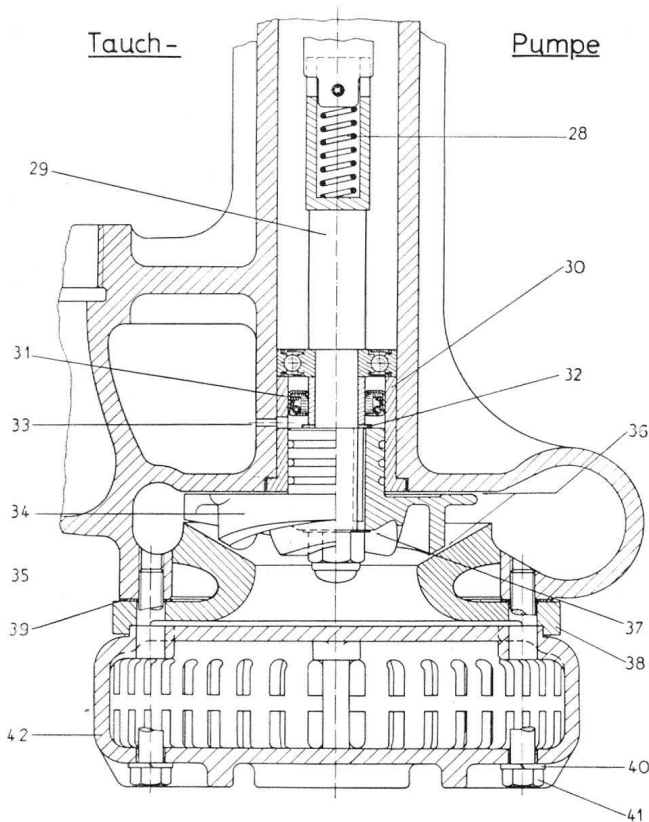

Bild 1b.
In Bild 1b sieht man nun, wie diese motorische Kraft in Saugkraft umgewandelt wird. Mittels einer Welle (29) wird der Rotor (11) mit dem Flügelrad (34) verbunden. Letzteres und sein Flügelraddeckel sind aber derart gebaut, dass das Wasser gezwungenerweise in die Entleerungsleitung abgestossen wird. Als Flügelradschutz ist ein Einlass (42) filterartig vorgebaut.